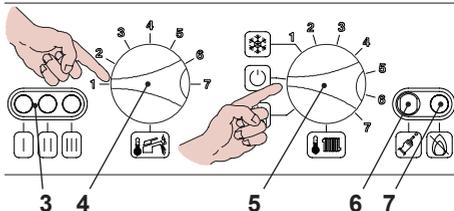
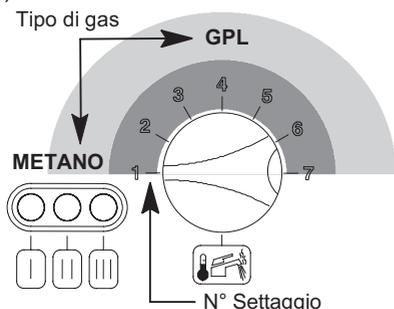

Figura 8.3
Figura 8.6
- Posizionare il selettore 5 come indicato in Figura 8.3; la lampada di segnalazione 3 lampeggia ad intermittenza circa ogni 4 secondi.
- Tenere premuto il pulsante di ripristino 6 in Figura 8.3 per circa 10 secondi, la lampada di blocco 7 inizierà a lampeggiare.
- Premere il pulsante di ripristino 6 in Figura 8.3 tante volte (4 volte) fino alla visualizzazione delle spie di segnalazione 3 in Figura 8.3 come in Figura 8.5 (legenda spie Figura 8.2).
Per visualizzare il settaggio impostato tenere premuto il pulsante di ripristino 6 in Figura 8.3 per circa 5 secondi. Le spie di segnalazione 3 in Figura 8.3 lampeggeranno un numero di volte pari al settaggio (Figura 8.6).
- Per cambiare il settaggio ruotare la manopola regolazione temperatura sanitari 4 in Figura 8.3 e posizionarla per il **tipo di gas** prescelto Figura 8.6 (nella figura es. manopola settata per **gas Metano**), la lampada di segnalazione blocco 7 in Figura 8.3 lampeggia velocemente.
- Per memorizzare il settaggio premere il pulsante di ripristino 6 in Figura 8.3 per circa 5 secondi, le spie di segnalazione 3 in Figura 8.3 lampeggiano tutte quante simultaneamente come in Figura 8.8 (legenda spie Figura 8.2).